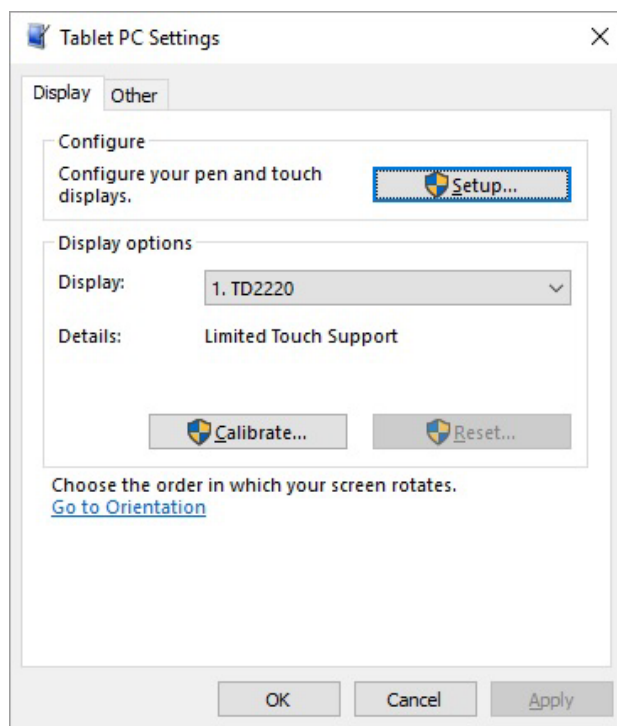

図 5-1 : ディスプレイの選択
2. **Tablet PC Settings (タブレット PC 設定)** ウィンドウの **Display (ディスプレイ)** タブで、ドロップダウンメニューから調整するモニターの名前を確認します (図 5-1 参照)。